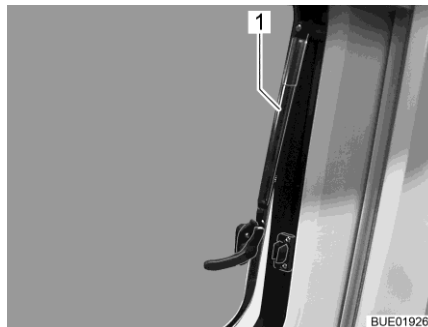

Bild 15 Överkantshängt fönster med automatik-spärrar, öppet
- Öppna det överkantshängda fönstret till önskat läge. Låt det överkantshängda fönstret haka i självständigt med (Bild 15,1) automatiska-spärrar.